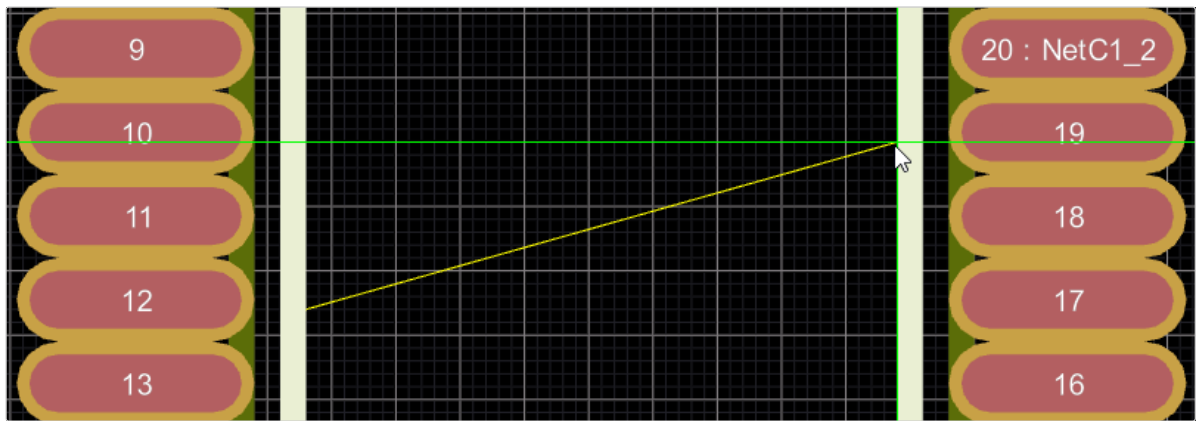

Рисунок 120. Измерение расстояния на плате
- 3) Переместить курсор мыши в конечную точку измерения, при этом между двумя точками будет проведена виртуальная прямая линия для удобного выравнивания измерения (см. рисунок 120).